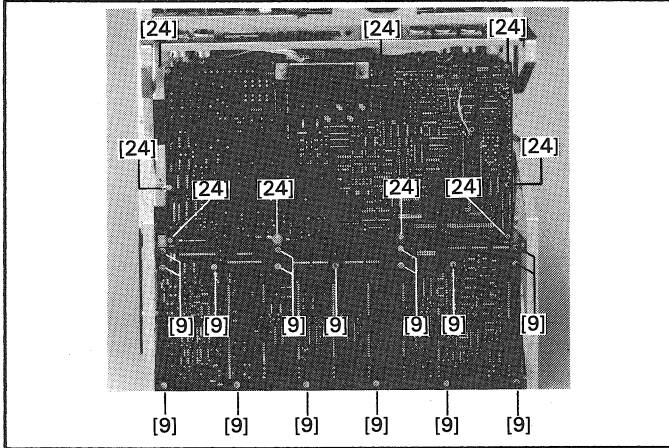

Fig. 11
- Desserrer 17 vis [9] sur l'AUDIO BASIS BOARD (voir fig. 11).